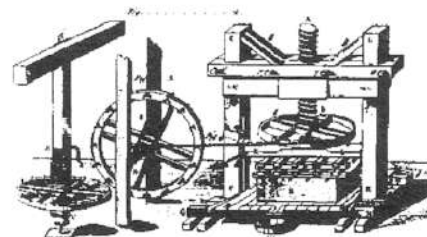

Fig. 4 Abbé Rozier 1789. D'après Charles Parain.
- Treuil à axe vertical, appelé aussi cabestan, entraîné par une roue à chevilles, horizontale : figure 4.
- Treuil à axe horizontal entraîné par une roue verticale à chevilles, appelée souvent *roue à perroquet* : figure 4.
– **Une corde entre le treuil et une roue** (figure 4) : Ce type est appelé *pressoir étiquet*, alors que l'étiquet, c'est autre chose, comme nous l'avons vu. Xavier Humbel⁽¹¹⁾ l'appelle plus justement à *roue sur vis*, mue par corde et cabestan.